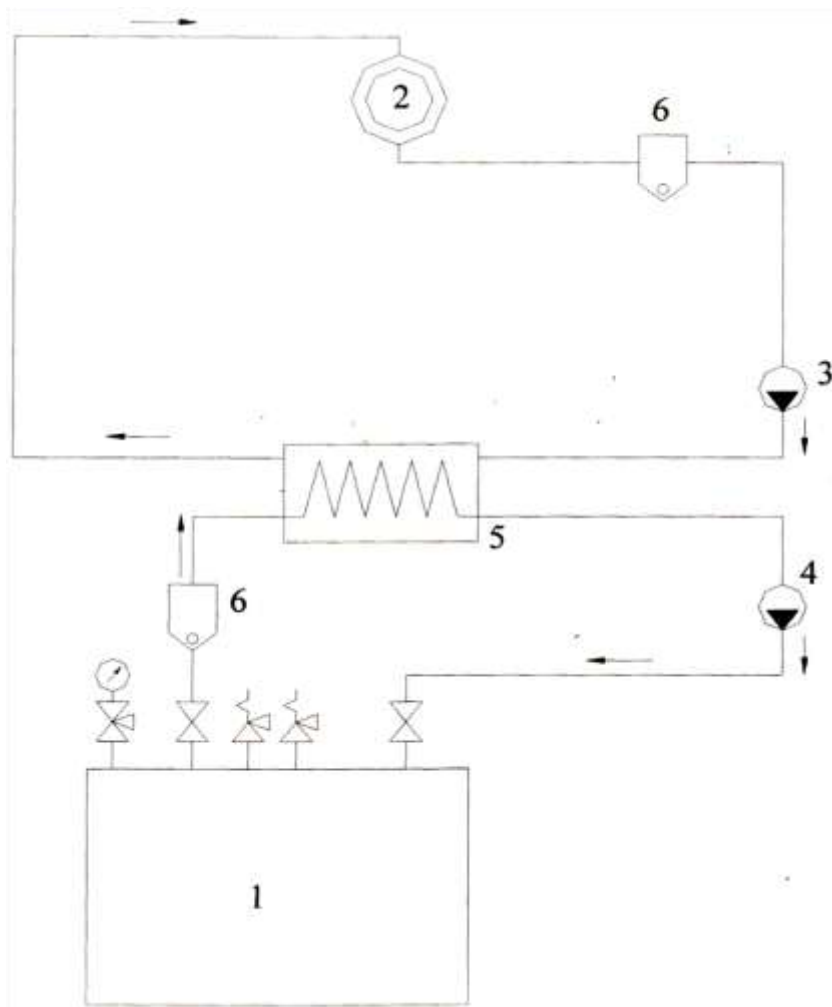

Рис.3 Принципиальная гидравлическая схема (рекомендуемая)
13.2.2 Обвязку котла следует производить в соответствии с рекомендуемой принципиальной гидравлической схемой (рис.3) и проектом котельной.